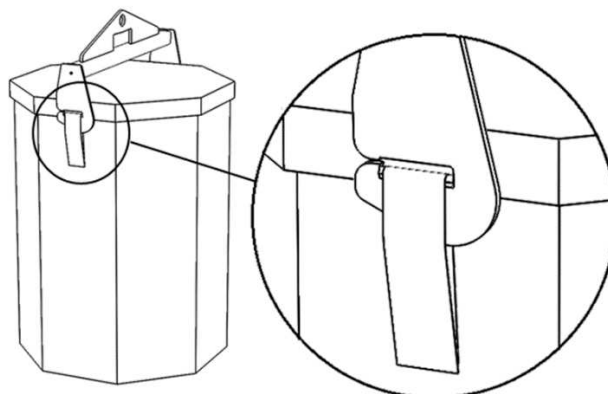

Fig. 2
4. Il bilancino di sollevamento deve essere installato come mostrato in Fig. 2
5. Assicurarsi che le cinghie di sollevamento siano correttamente agganciate su entrambi i lati e che restino nei ganci durante il sollevamento dei fusti ESAB MARATHON PAC™. Vedere la Fig. 2 per l'uso corretto e la Fig. 1 per l'uso errato